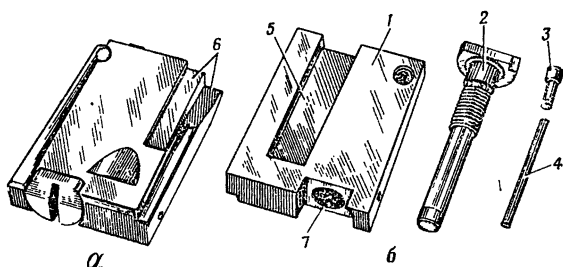

Рис. 30. Замыкатель ствола:
15. Замыкатель ствола (рис. 30) служит для крепления ствола в ствольной коробке и для регулирования зазора между затвором и задним